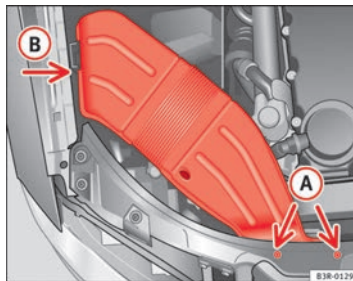

Abb. 202 Luftführungshutze an rechter Fahrzeugseite
- Drehen Sie die Schrauben **(A)** ⇒ Abb. 202 heraus.